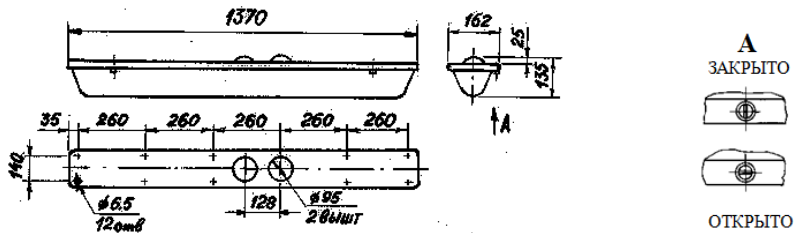

Рис.1
3.1 Габаритные, установочные и присоединительные размеры см. на рис.1.
7.1 Открыть рамку с рассеивателем, для чего отверткой нажать на штифт и повернуть валик (Рис.1) в положение «открыто».
7.5 Вставить лампы в ламподержатели и проверить светильник на зажигание. Закрывать рассеиватель, нажав отверткой на валик и повернув его на угол 90° в положение «закрыто» (Рис.1). В закрытом положении замка паз валика расположен перпендикулярно продольной оси светильника (Вид А) и штифт зафиксирован в канавке скобы.